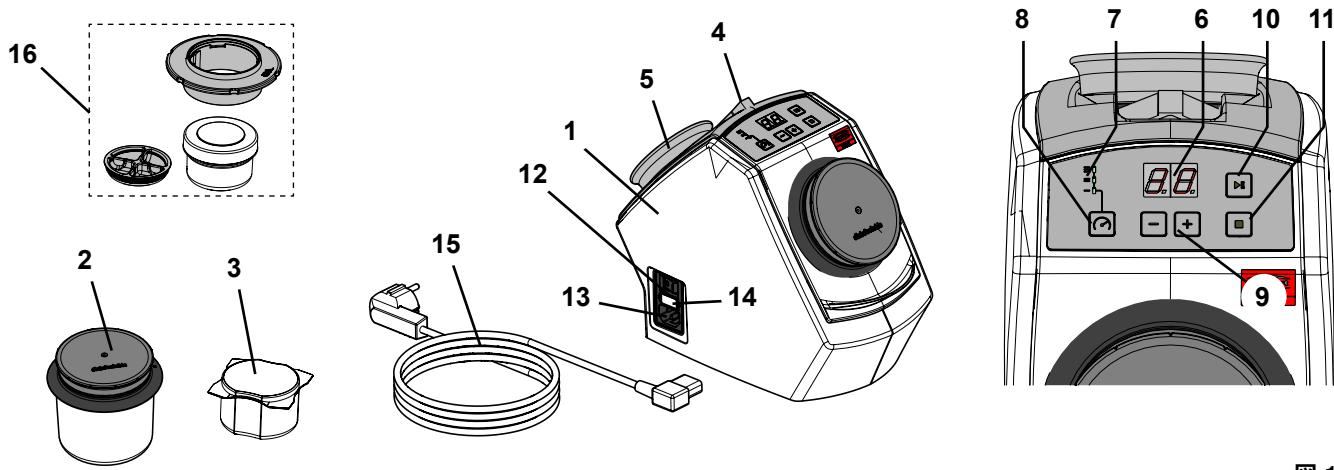

図 1
- ▶ 保持磁石（図1の5）には鉛が含まれています。
- ⇒ 付属のピンセットと固定マグネットを装置背面のホルダーに置きます (図 1)。
- ⇒ 電源コード(15, 図 1)、地域に適応するプラグを選択して下さい。
- ⇒ 電源コードを電源コンセント(13, 図 1)に挿し込みます。
- ⇒ 装置のメインスイッチをオンにして下さい ((12, 図 1))。
- ⇒ クリーニングビーカー (2、図1) に 75 g のクリーニングニードル (1つのパッケージユニットに対応) を充填します。
⇒ SYMPRO小型容器(アクセサリー)(16、図1)に5gまでのクリーニングピンを入れます